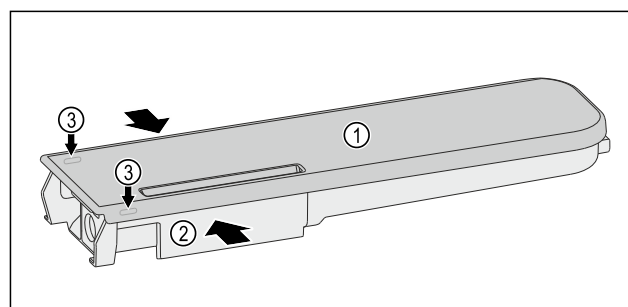

Fig. 131
- ▶ Wasserbehälter Fig. 131 (2) zusammendrücken und Deckel Fig. 131 (1) vorsichtig über die Rastnasen Fig. 131 (3) hebeln und hochziehen.
- ▶ Deckel Fig. 131 (1) leicht hin- und herbewegen und nach oben entnehmen.